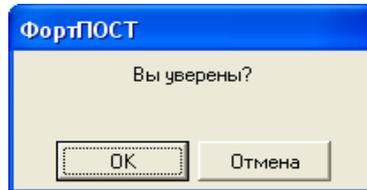

Рисунок 6.2
- «Сохранить конфигурацию». Для сохранения всех изменений, произведенных в системе, установите указатель мыши на подпункт «Сохранить конфигурацию» и нажмите левую кнопку мыши. В появившемся окне (рисунок 6.2) подтвердите или отмените свой выбор.